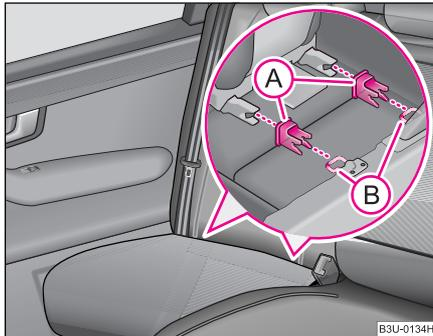

Abb. 124 Halteösen (ISOFIX-System)
- Stecken Sie die Aufnahmebühnen **(A)** auf die Halteösen **(B)** zwischen Rückenlehne und Sitzfläche ⇒ Abb. 124.